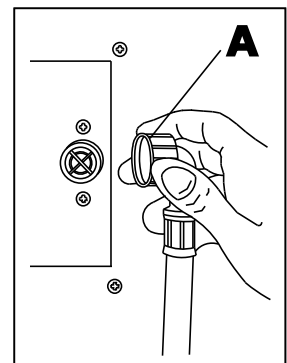

fig. 6
- Conectar al racor de 3/4" Gdel horno el tubo de alimentación del agua enroscando la boquilla (A - Fig. 6). Interponer en el circuito un filtro mecánico específico y un grifo de interceptación.